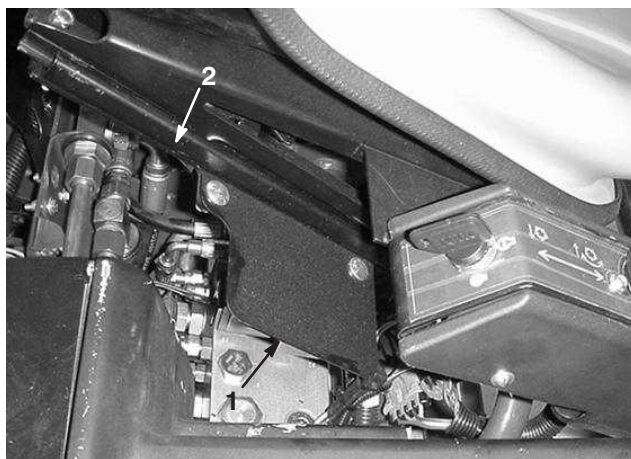

Bild 7
7. Befestigen Sie den Ventilschutz mit 2 Schlossschrauben (5/16 x 5/8 Zoll) und Muttern an der rechten Seite des Sitzsockels. Platzieren Sie den Schutz wie in Bild 7 dargestellt.